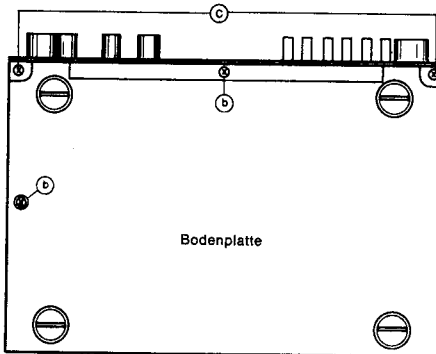

Abb. 2
- Die Schrauben (c) auf Abb. 2 und 3 herausdrehen.
- Die Schrauben (c) herausdrehen (Abb. 2 und 3).